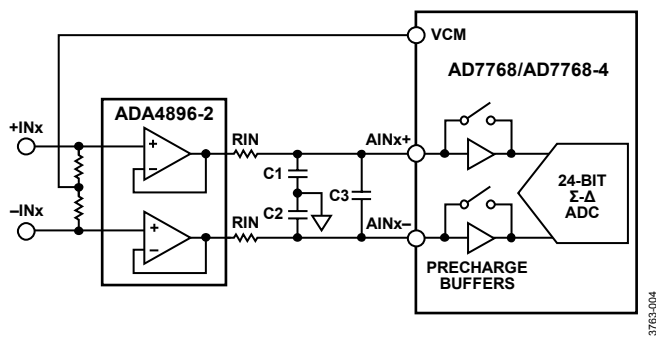

図 4. RC ネットワークの一般的な入力構造
アンプ出力と ADC 入力の間には、抵抗/コンデンサ (RC) ネットワークがあります。図 4 に、ほとんどのアンプ・ペアリングにおいて、AD7768/AD7768-4 で使用される典型的な RC ネットワーク設定を示します。RC ネットワークでは、さまざまなタスクが実行されます。C1 と C2 は、ADC に対する電荷供給源であり、サンプリング・コンデンサへの高速の充電電流を ADC に提供します。